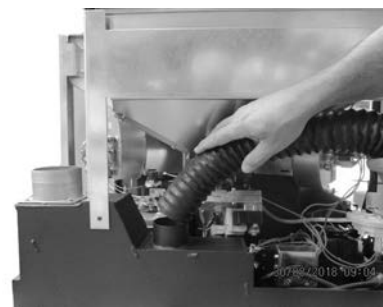

Fig. 14 - Faza 3
- Włożyć rurę koncentryczną, jak na **Fig. 14**.